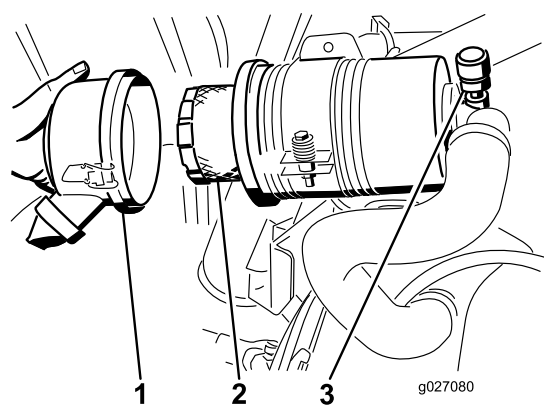

Рисунок 56
4. Снимите и замените фильтр (Рисунок 56).